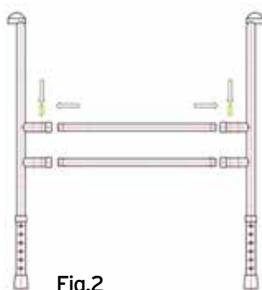

Fig.2
- Collegare i due lati del telaio insieme con i tubi di collegamento, utilizzare le clip in dotazione per il fissaggio. Il telaio è regolabile in larghezza, per regolarlo sfilare il tubo di collegamento nel telaio e fissarlo con la clip nella posizione desiderata (Fig.2)